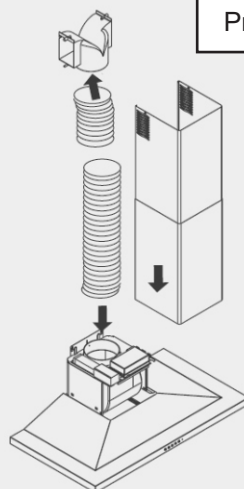

Рис.9
- Подготовьте трубу, располагая ее так, чтобы отверстия под шурупы оказались в нижнем положении (рис. 9).